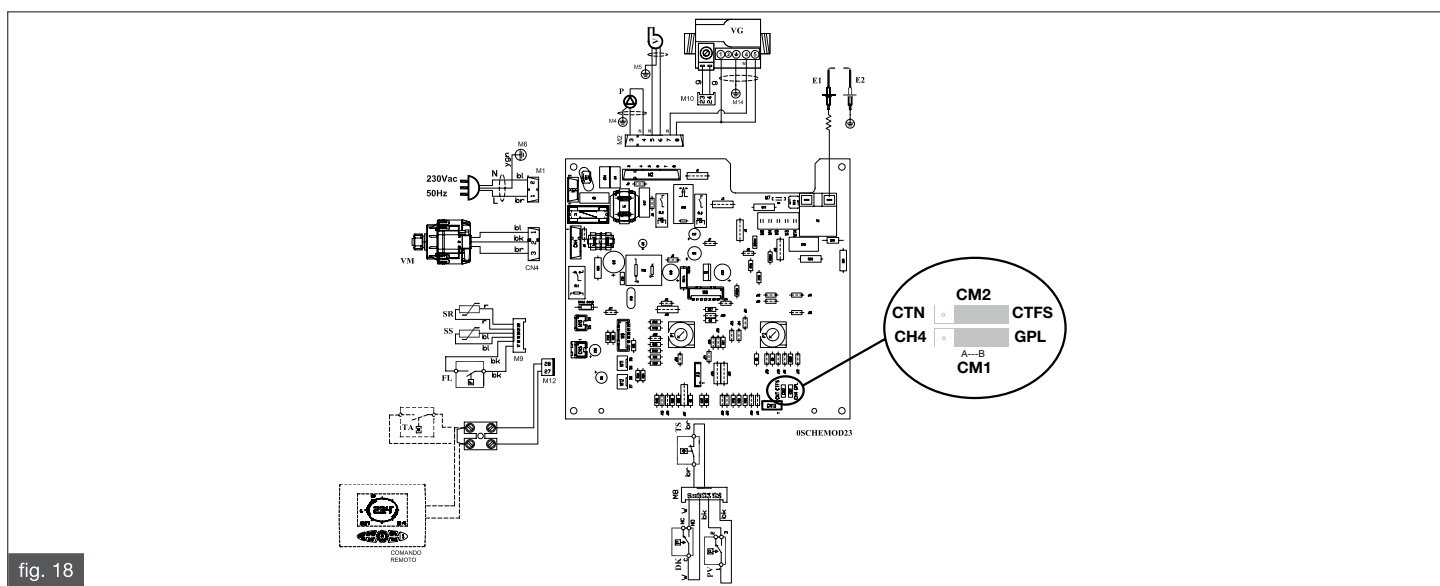

fig. 18
- sulla scheda elettronica spostare il jumper CM1 CH4-GPL in posizione GPL (fig. 18);
- sulla scheda elettronica spostare il jumper CM1 CH4-GPL in posizione CH4 (fig. 18);